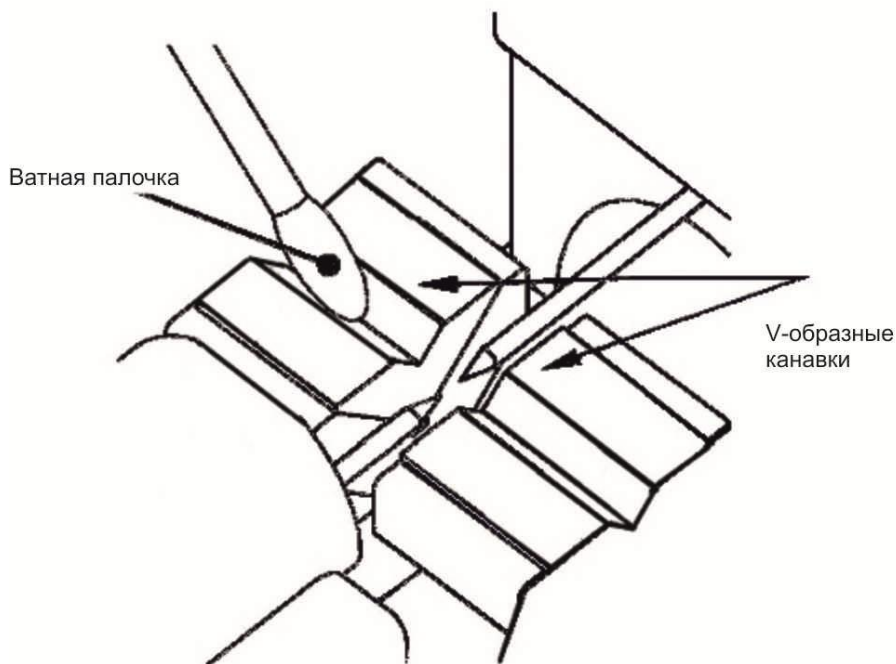

Рис. 4-1.
- 2) Очистите нижнюю часть V-образной канавки с помощью ватного тампона, смоченного в спирте, как показано на Рис. 4.1. Удалите излишки спирта из V-образной канавки с помощью сухого ватного тампона.